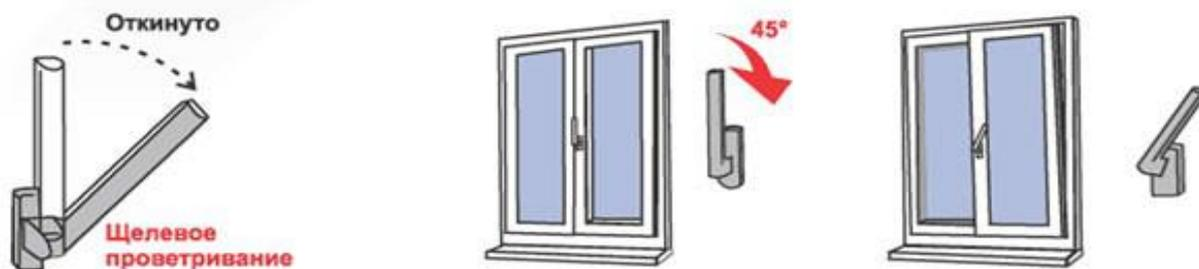

Рис. 3
4. Для перевода створки в положение «Проветривание» ручку поворачивают из положения «Откинута» в положение «Проветривание» на 45 градусов (см. Рис. 3). При этом створка окна (после небольшого поворота относительно нижней горизонтальной оси) фиксируется, будучи неплотно прижатой к раме окна вверху. Зазор между рамой окна и створкой (в верхней части) в данном режиме может составлять от 5 до 10 мм. и регулируется небольшим поворотом ручки (**щелевой режим**).